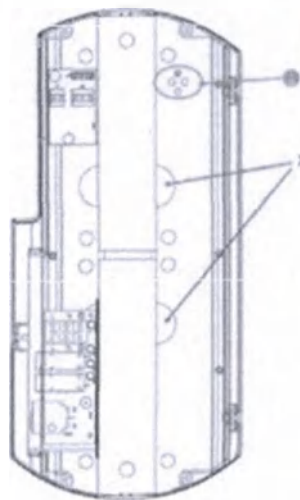

Рис. 5.10
В зависимости от компоновки (монтаж с ВЕРХНИМ или НИЖНИМ положением) все кабели, идущие от кронштейна, должны выходить из верхних отверстий справа (X), как показано на Рис. 5.10 - 5.11.